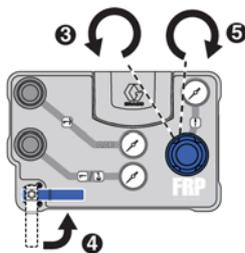

ABB. 18
- Den Druckregler für die Hauptluftversorgung vollständig gegen den Uhrzeigersinn drehen, um den Druck zu entlasten, und auf Null Druck stellen. Siehe ABB. 18.
- Den Kugelhahn der Hauptluftversorgung in die geöffnete Stellung drehen. Siehe ABB. 18.
- Den Druckregler für die Hauptluftversorgung langsam im Uhrzeigersinn drehen, bis die Pumpe sich zu bewegen beginnt und von selbst einen Hubwechsel vornimmt. Nie weiter aufdrehen als bis 20 psi (0,14 MPa, 1,4 bar). Siehe ABB. 18.